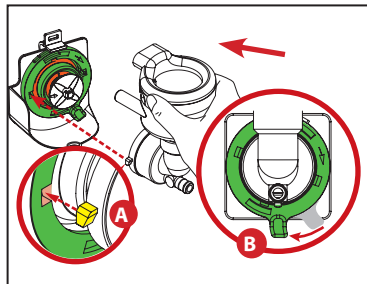

Fig. 4
3. Dreie monteringsplaten mot urviseren til blanderens hull står i retning klokken 3 og klokken 9. Innrett styrekrokene på blandeskålen og før dem gjennom platen og inn i hoveddelen (A). Lås til slutt blandeskålen ved å dreie monteringsplaten med urviseren til den ikke dreier lengre og tapen er i låst posisjon (B). (Se fig. 4)